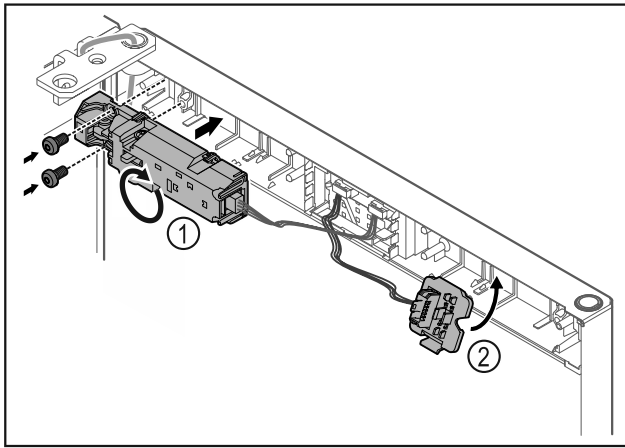

Fig. 22
- ▶ Gire el cierre remoto Fig. 22 (1) 180° y fíjelo en el lado opuesto.
- ▶ Encaje el soporte de conectores Fig. 22 (2) en el lado opuesto.